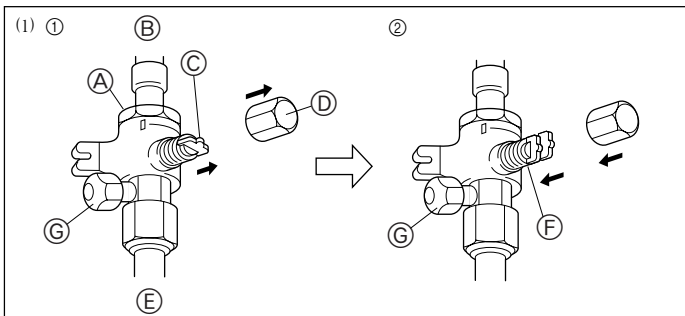
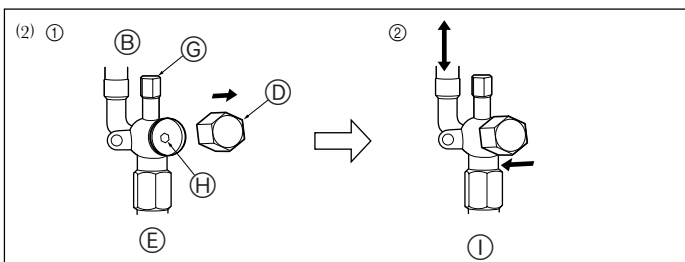

Fig. 4-6
Fig. 4-7
- (1) 气体侧 (Fig. 4-6)
- ① 取下盖帽, 向您的方向拉把手并逆时针旋转  $1/4$  圈, 以打开截止阀。
- ② 确保截止阀完全打开, 推入把手然后将盖帽旋回原位。
- (2) 液体侧 (Fig. 4-7)
- ① 取下盖帽, 并使用  $4\text{ mm}$  六角扳手逆时针转动阀条。当阀条碰到闭锁装置时停止转动。 ( $\phi 6.35$ : 约  $4.5$  转) ( $\phi 9.52$ : 约  $10$  转)
- ① 阀门
- ② 机组侧
- ③ 把手
- ④ 盖帽
- ⑤ 现场管道侧
- ⑥ 打开位置侧
- ⑦ 检修口
- ⑧ 扳手孔